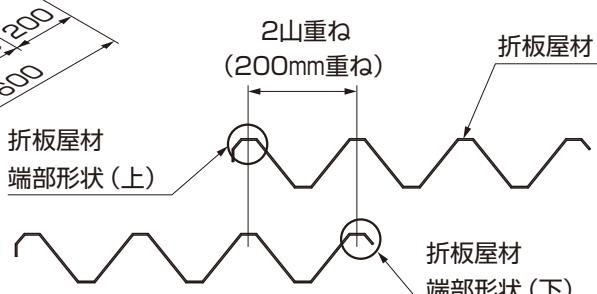

図16-6 折板屋根材の上下
- 標準L54、L60の場合、正面から2枚目は2山（200mm）重ね合わせてください。（図16-6参照）
- 折板屋根材の端部形状には上下がありますので、図16-6にしたがって重ねあわせてください。
(2) 折板屋根材取付け